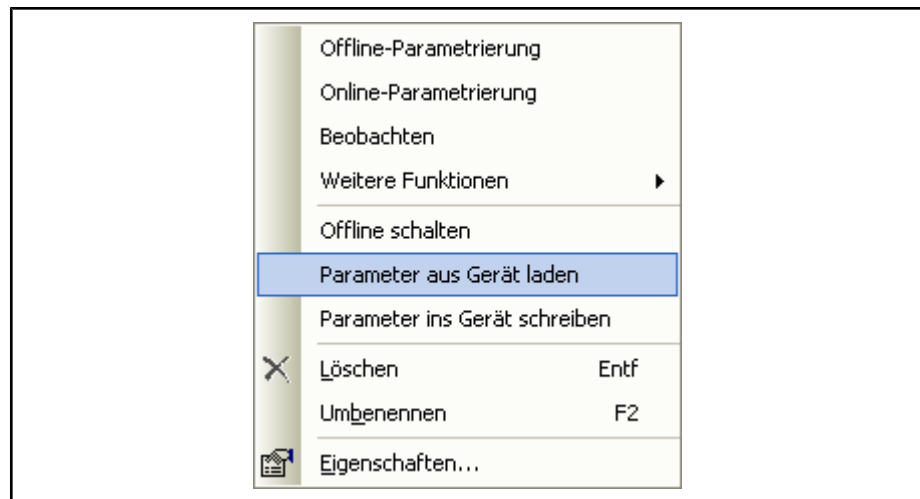

Abb.5-152: Parameter aus dem Gerät laden
3. Wählen Sie bei dem DTM "**Parameter aus Gerät laden**" aus (siehe Abb. 5-152 "Parameter aus dem Gerät laden" auf Seite 172)